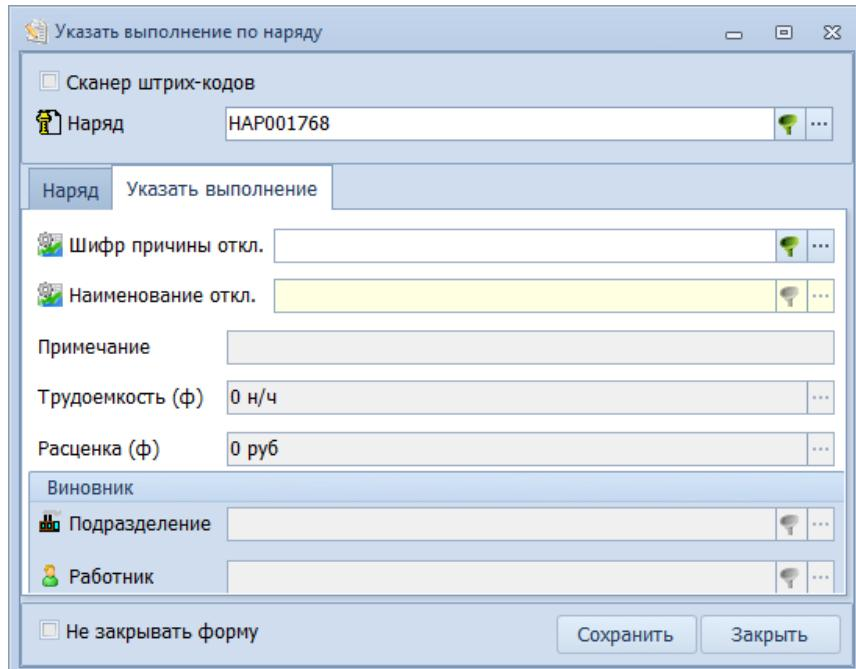

Рисунок 151. Пример вкладки "Указать выполнение"
- 11.3 Для того, чтобы изменить данные по трудоёмкости и расценке работ в наряде, необходимо перейти на вкладку «Указать выполнение» (рис. 151).